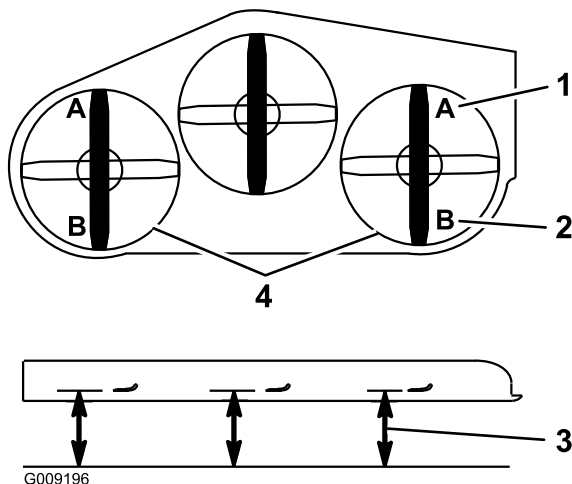

Figura 85
9. En ambos lados de la carcasa, mida desde la superficie nivelada hasta la punta delantera de la cuchilla (Posición A). La distancia debe ser de 7.6 cm (3 pulgadas) (Figura 85).
- En ambos lados de la carcasa, mida desde la superficie nivelada hasta la punta trasera de la cuchilla (Posición B). La distancia debe ser de 8.3 cm (3-1/4 pulgadas) (Figura 85).